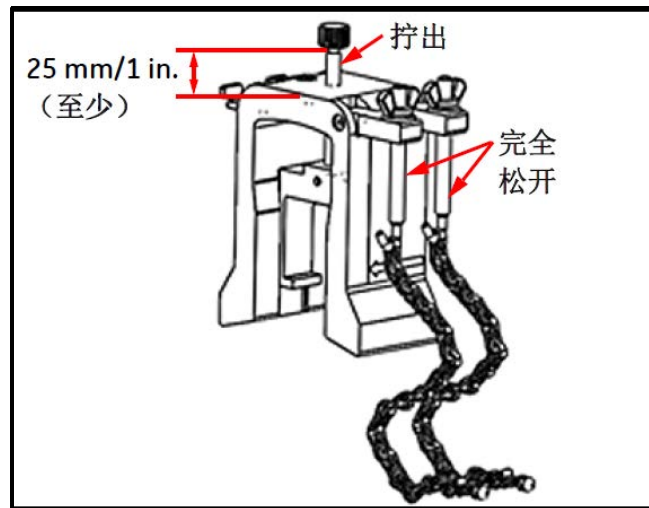

图 25: 松开的轭架螺丝和 J 形钩
1. 至少将轭架螺丝拧出 25 mm/1 in. (<50 mm/2 in. 的管子完全拧出)，完全松开 J 形钩（请参见下面的 图 25）。
1. 至少将轭架螺丝拧出 25 mm/1 in. (<50 mm/2 in. 的管子完全拧出), 完全松开 J 形钩 (请参见下面的图 25)。